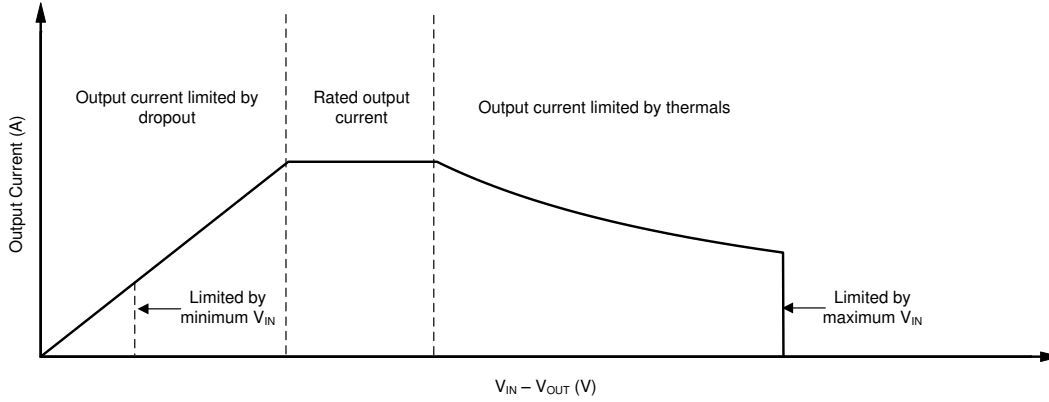

图 7-3. 持续运行机制的区域描述
LDO 的工作区域受压降电压、输出电流、结温和输入电压的限制。线性稳压器连续运行的建议区域如 图 7-3 所示，分为以下几个部分：
- 斜率的形状如 图 7-3 的第三个区域所示。斜率是非线性的，因为 LDO 的最大额定结温由 LDO 上的功率耗散控制。因此，当 $V_{IN} - V_{OUT}$ 增加时，输出电流会降低。
图 7-3 展示了该器件在具有 $R_{\theta JA}$ 的 JEDEC 标准高 K 电路板上的建议工作区域，如 热性能信息 表中所示。